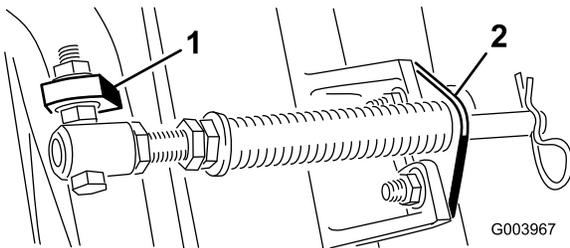
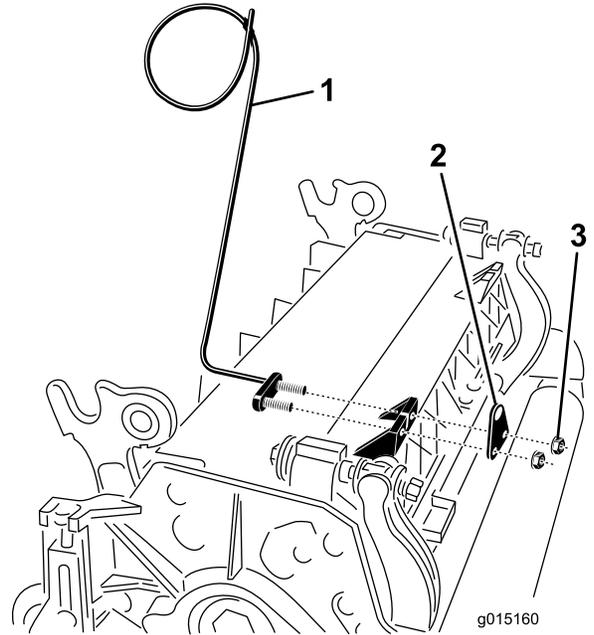

図 11
図 13
- C. スプリングチューブのボルトを、反対側のキャリアフレームのタブに取り付け、フランジナットで固定する。図 11に示すように、ボルトの頭部がタブの外側を向くように取り付けること。
D. カuttingユニットのタブにロッドブラケットを取り付け、キャリッジボルト2本とナットで固定する（図 11）。また、ロッドブラケットの再取り付けを行うときに、カuttingユニットのタブの前に、左ホースガイドを取り付ける（図 13）。